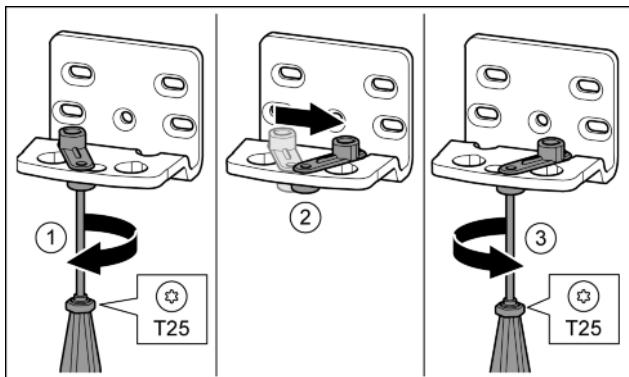

Fig. 13
- Отпустить винт отверткой T25. *Fig. 13 (1)*
- Приподнять фиксатор двери и, повернув на 90° вправо, вставить в отверстие. *Fig. 13 (2)*
- Затянуть винт отверткой T25. *Fig. 13 (3)*